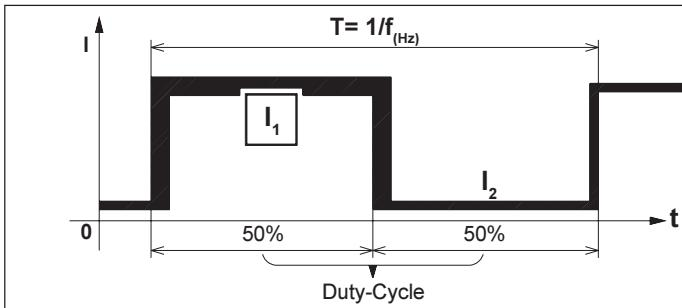

Fig. 11 Exemple de réglage Duty-Cycle en position "50"
Le régulateur du Duty-Cycle ⑥ est en position "50" (fig. 11)